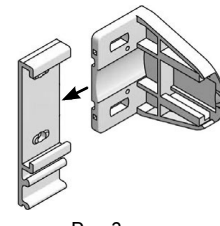
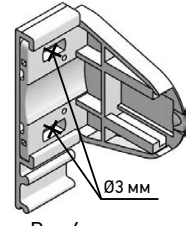

Рис.3
Рис.4
- 2.2. Вставить кронштейны MINI в накладные кронштейны. (Рис.3). Просверлить по два отверстия диаметром 3 мм на выступах каждого кронштейна (Рис.4).